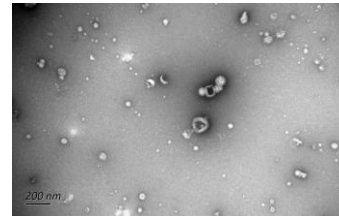

图 3. Exosupur®微量排阻柱分离血浆外泌体的 TEM 电镜结果
3. 通过电镜对第 4 个馏分进行制样检测外泌体形态，结果如图 3 所示可见清晰杯托状。